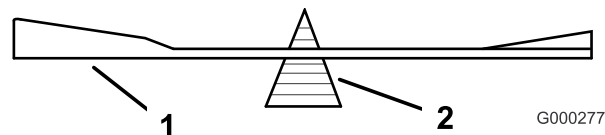

Figure 88
2. Vérifiez l'équilibre de la lame en la plaçant sur un équilibreur (Figure 88). Si la lame reste horizontale,